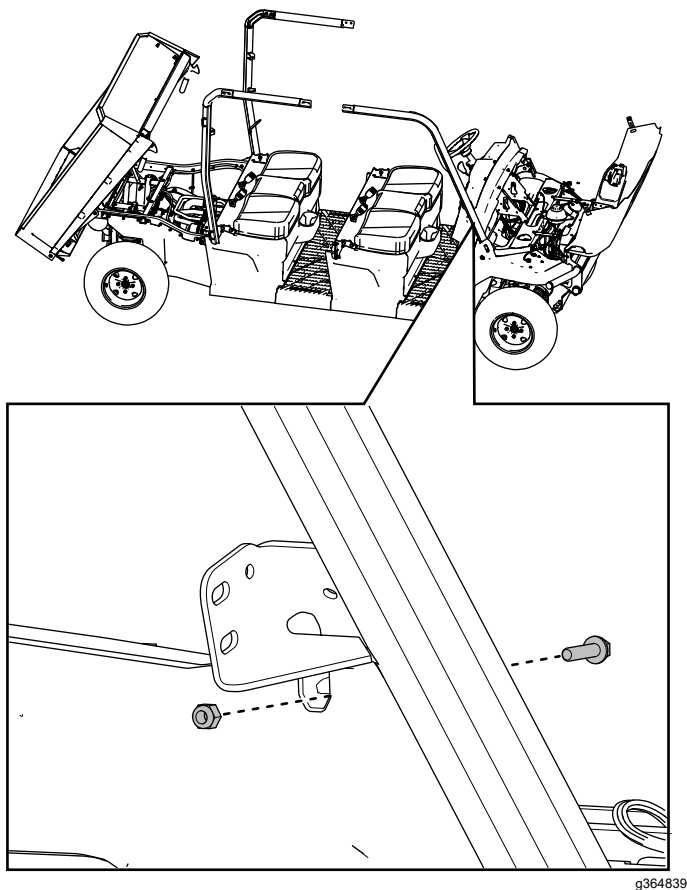

Figure 39
11. Fixez légèrement la barre avant droite de l'arceau de sécurité sur la planche de bord à l'aide de 1 boulon à tête hexagonale à embase ($\frac{1}{4}$ " x 1") et de 1 contre-écrou ($\frac{1}{4}$ "), comme montré à la Figure 39.